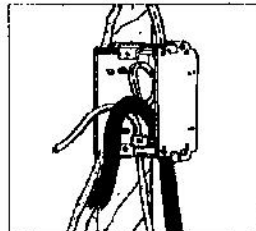

Fig. 4
3. Trim excess length of supply branch circuit, cold lead and temperature sensor cables, as necessary, leaving about 6" projecting from the Electrical Connection Box (ECB), see Figure 4.
3. Couper la longueur excédentaire des fils d'alimentation, des conducteurs froids et du fil du capteur de température, en cas besoin, en laissant les longueurs d'environ 15 cm (6 po) à l'extérieur du boîtier (voir la figure 4).